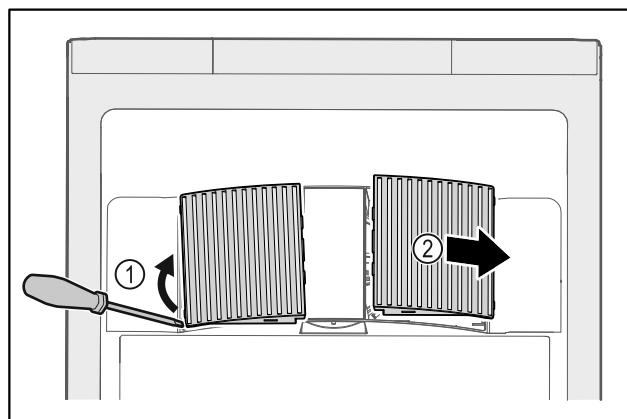

Fig. 171
- ▶ Ostrożnie podważyć osłony wentylatora z boku Fig. 171 (1) i zdjąć do przodu Fig. 171 (2).